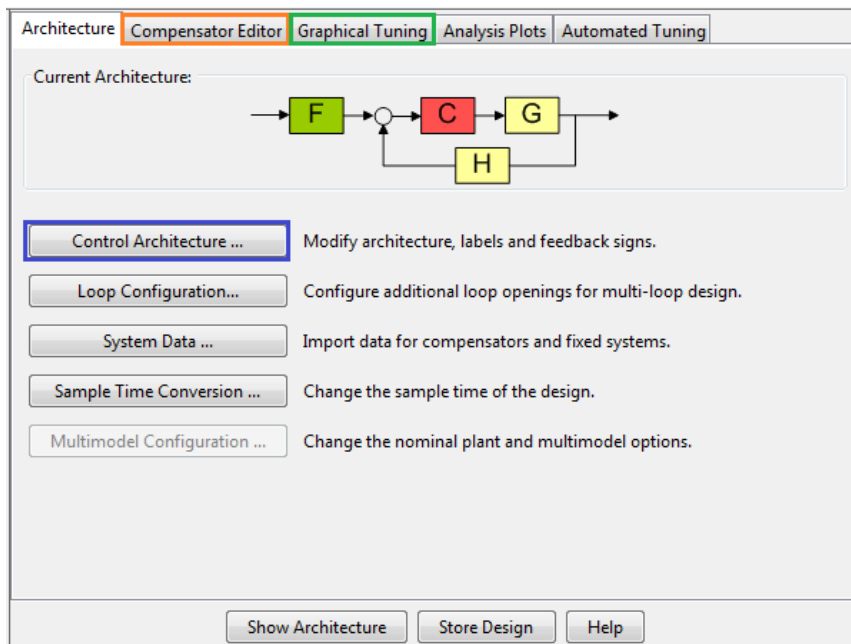
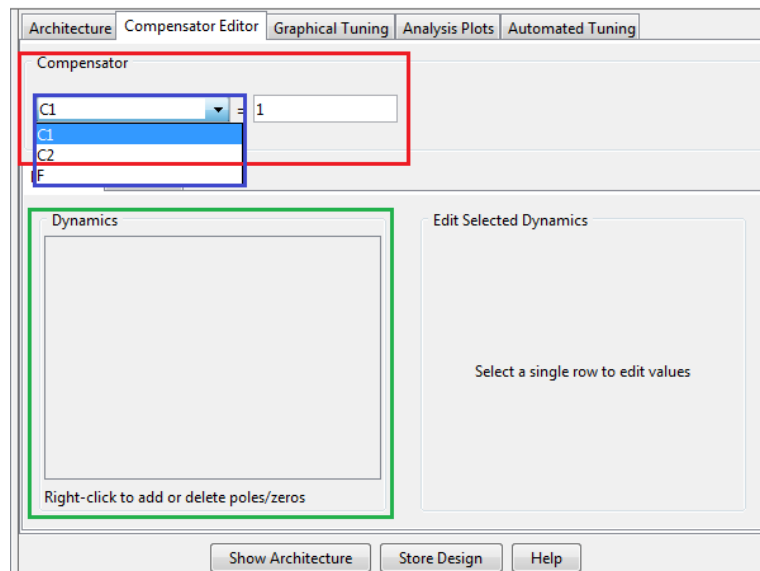

Figura 64. Opción arquitectura de control.
Figura 68. Esquema pestaña Compensator Editor.
- Se abrirá la pantalla principal de la herramienta, Escoja la arquitectura para el controlador PID de Posición y Velocidad haciendo click en la opción *Control Architecture* recuadro azul Figura 64, se abrirá la pantalla para escoger el tipo de arquitectura.
- En la pantalla principal de Sisotool de click en la pestaña *compesator Editor* recuadro naranja Figura 64, es el lugar donde numéricamente se procede a cambiar el valor de la constante de proporcionalidad recuadro rojo de la figura 68.
- En este caso se puede escoger entre sintonizar el compensador C2 (compensador de Velocidad), o el compensador C1 (compensador de Posición) cuadro azul figura 68,
- El lugar de las raíces se cambia y se agregan polos y ceros en la casilla Dynamics dentro del recuadro verde en la figura 68, para crear integradores, diferenciadores, lag, ceros complejos etc.
- En la pantalla principal de Sisotool de click en la pestaña *Graphical Tuning* recuadro verde Figura 64.